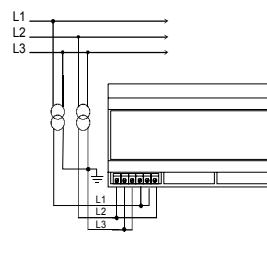

Fig. 12
**ATTENZIONE:** Nelle Figure 12 e 13 può essere messo a terra uno qualsiasi dei vertici del triangolo